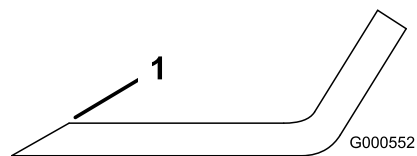

Figure 50
1. Au moyen d'une lime, aiguissez les tranchants à chaque bout de la lame (Figure 50).
**Remarque:** Si la lame est déséquilibrée, limez un peu l'extrémité de la partie relevée seulement (Figure 50).